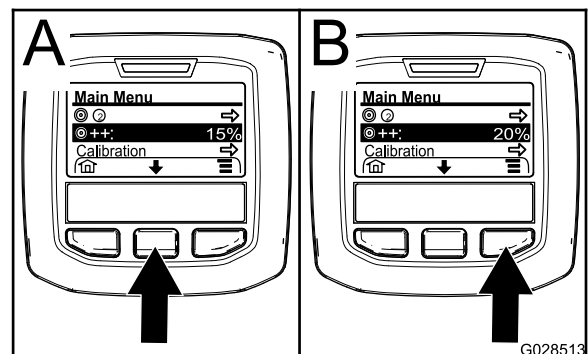

Bild 67
2. Drücken Sie ggf. die mittlere Auswahltaste, um die Dosierungsverstärkung zu markieren (Bild 67).
Hinweis: Das Symbol für die Dosierungsverstärkung hat zwei Pluszeichen (+) rechts von der Zielscheibe (Bild 67).
3. Drücken Sie die rechte Auswahltaste (Bild 67), um den Prozentsatz der Dosierungsverstärkung in Schritten von 5 % zu erhöhen (maximal 20 %).